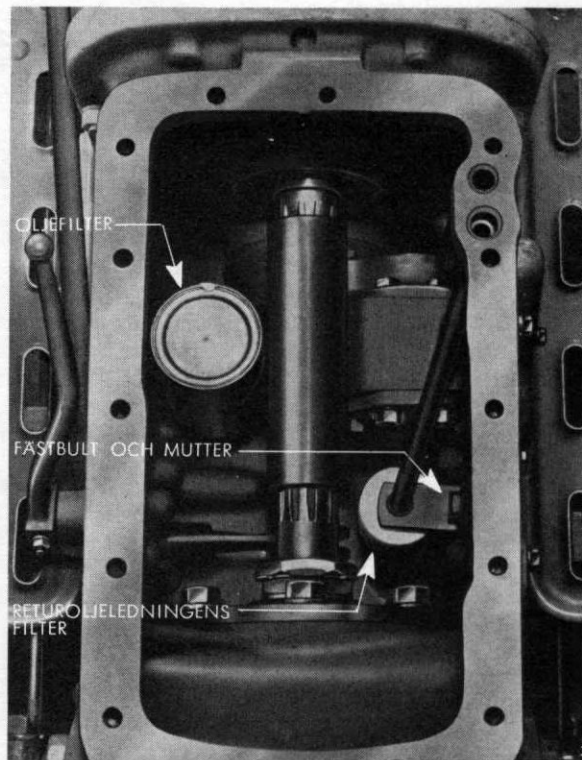

Fig. 39. Montering av returoljeledningens oljefilter.
2. Tag bort skruven som håller returledningen, på bakaxelhusets högra sida. (Se Fig. 39.)